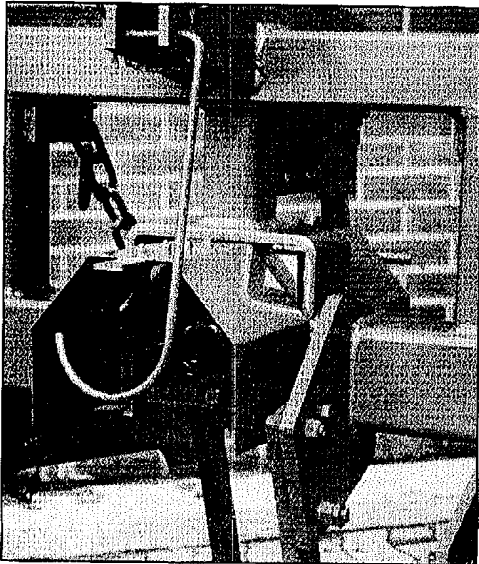

Fig. 6
- **Zapfwellengerät mit Zapfwellendurchtrieb** (Fig. 6; auch nachträglich einbaubar): zwischen Schlepper und Grubber Gelenkwelle ohne Überlastkupplung; mit Überlastkupplung zwischen Zapfwellengerät und Grubber.